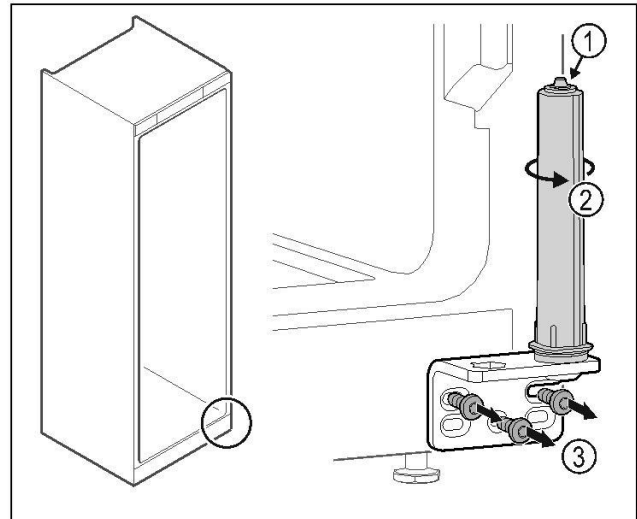

Fig. 32
- || Deursluitsysteem niet uit elkaar halen Fig. 32 (1).
- || Sluitsysteem Fig. 32 (2) draaien tot het klikt.
- || Scharnierhoek Fig. 32 (3) losschroeven.